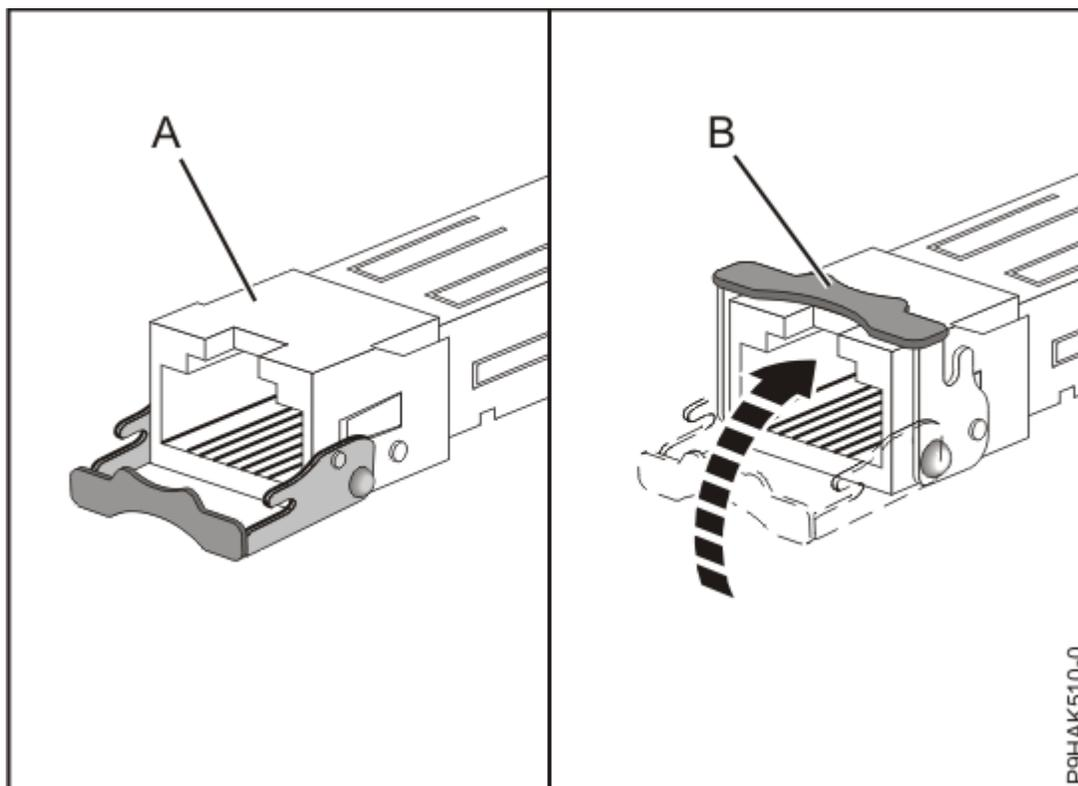

図 22. アダプターでの SFP トランシーバーの取り替え
- c) 29 ページの図 22 に示すように、ラッチ **(B)** をオープン position にして、上向きに回転させてラッチをカードに向かって押します。